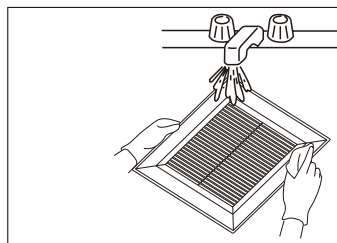

Fig.14
① ② ③ à la P.10.
2. Lavez et nettoyez la grille. (Ne placez pas dans l'eau chaude. Utilisez une solution d'eau savonneuse. Essuyez avec un chiffon propre.) (Fig.14)